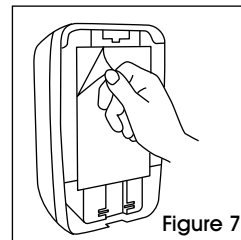

Figure 7
4. Décollez la pellicule du ruban adhésif, alignez les vis avec les chevilles d'ancrage, et appuyez fermement en position. (Voir Figure 7)